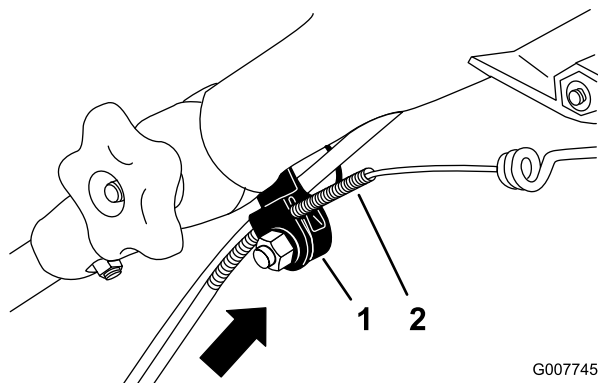

Figure 51
**Remarque:** Vous pouvez placer une règle graduée contre la face supérieure du support de câble noir et mesurer le déplacement de l'extrémité supérieure de la gaine (Figure 51).